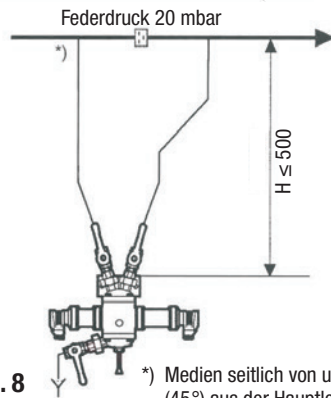

Fig. 8
Bei großem Gasanteil: Entnahme unten – bringen Sie eine Einschweißtasche DIN 2618 an. **Fig. 8**.
- Fig. 8** Einbaubeispiel für Produktleitung mit geringer Gasmenge, z.B. ausreichend dimensionierte Kondensatleitung (wegen Nachverdampfung) hinter Kondensatableitung.